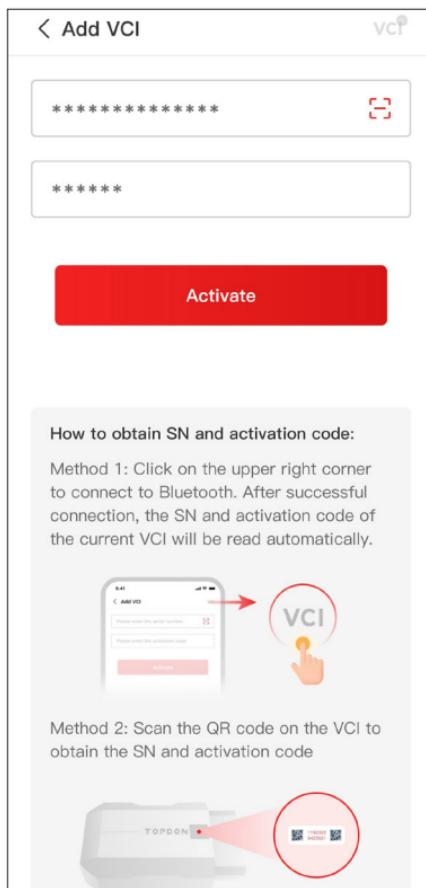

Figura 3-7
④ Seleccione su dispositivo de la lista de dispositivos Bluetooth encontrados.
⑤ Después de una conexión Bluetooth exitosa, el número de serie (SN) y el código de activación del VCI se leerán automáticamente. Luego, toque **Activar** (ver Figura 3-7).